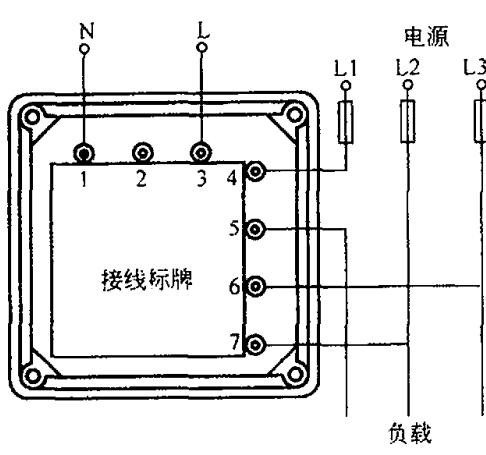

图 84 SHD135 II 数字三相功率因数表接线图
84. SHD135 II 数字三相功率因数表接线图（见图 84）